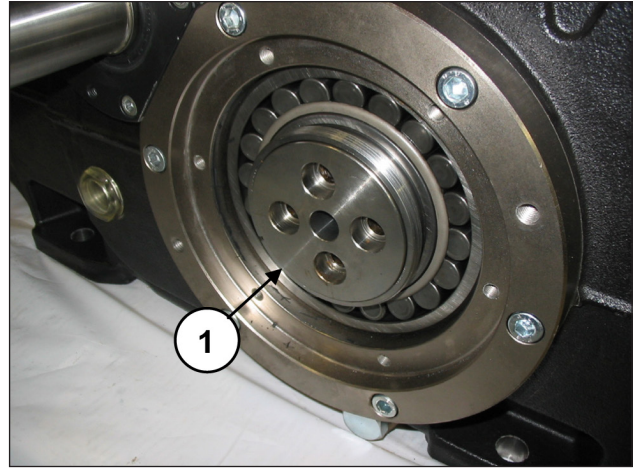

Fig. 14
Laisser les flasques de retenue de la douille dans leur siège (rep. ①, Fig. 14).